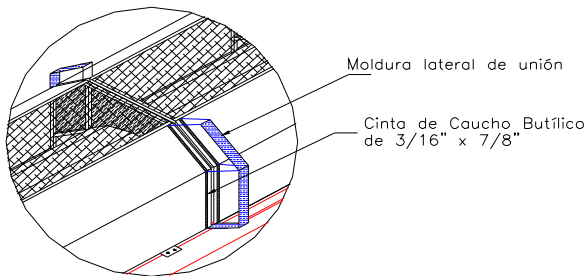

Figura 9
- 3.- Posteriormente se deberá colocar la moldura Lateral (figura 9)